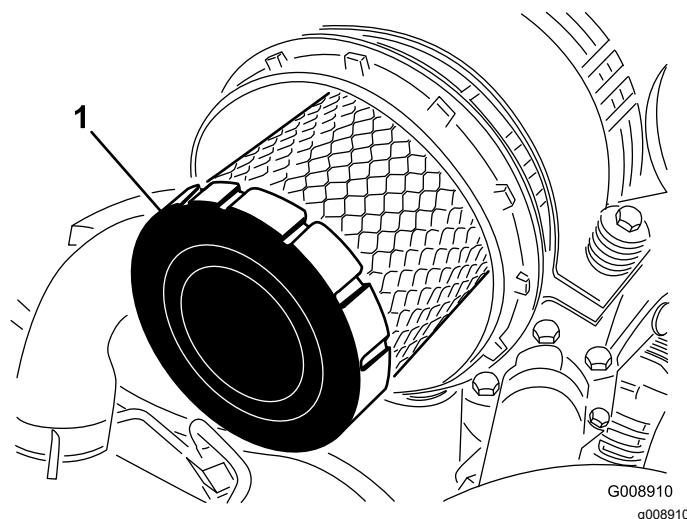

Figura 59
4. Retire el filtro primario (Figura 59).